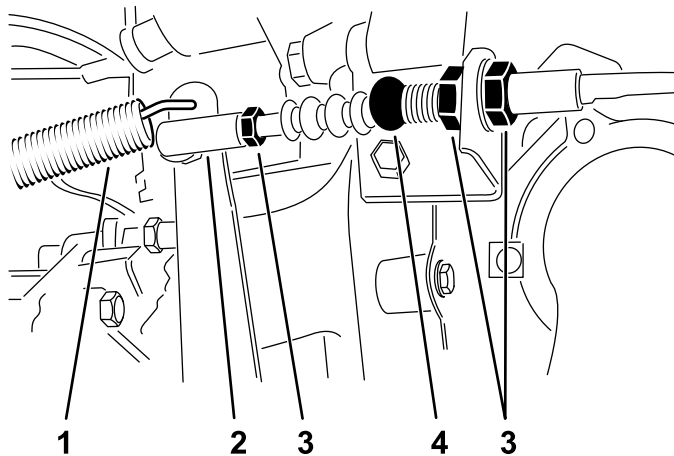

Figure 64
1. Desserrez les écrous de blocage qui fixent le câble d'embrayage au support sur le carter d'embrayage (Figure 64).